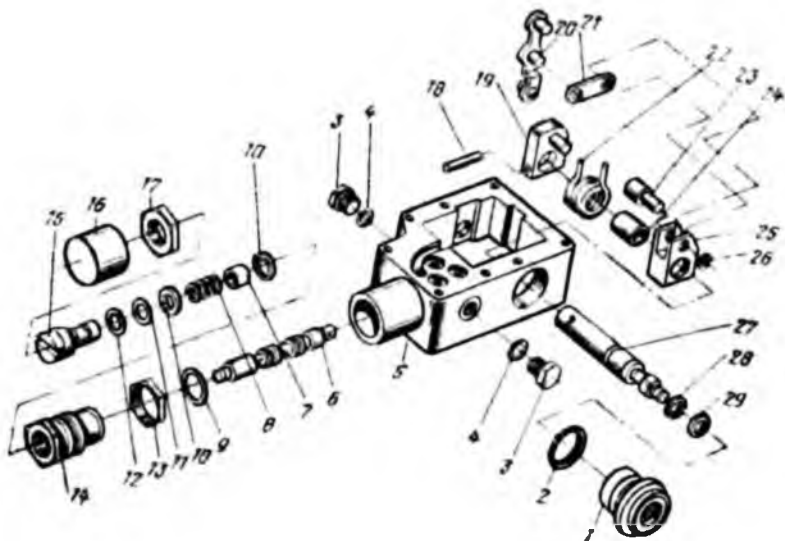

Рис. 25. Гидрораспределитель:
**Разборка и сборка гидрораспределителя.** Гидрораспределитель разбирают для замены золотника 6 (рис. 25) и пружины 22 кручения.